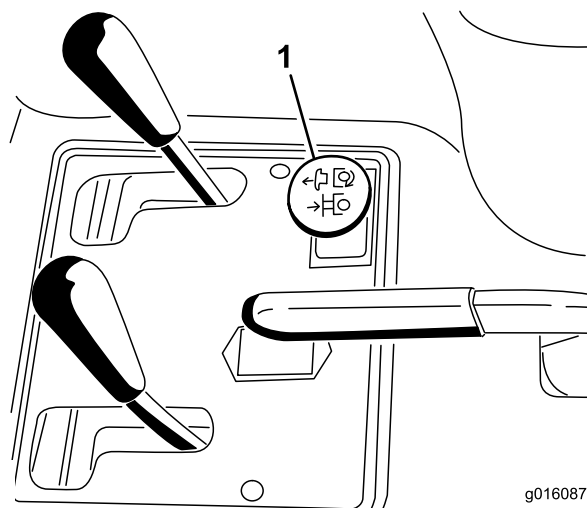

図 12
3. リモート油圧コントロールノブを上にしてブレードに油圧を掛ける 図 12。
- リモート油圧コントロールノブを押し込んでブレードを解除する 図 12。